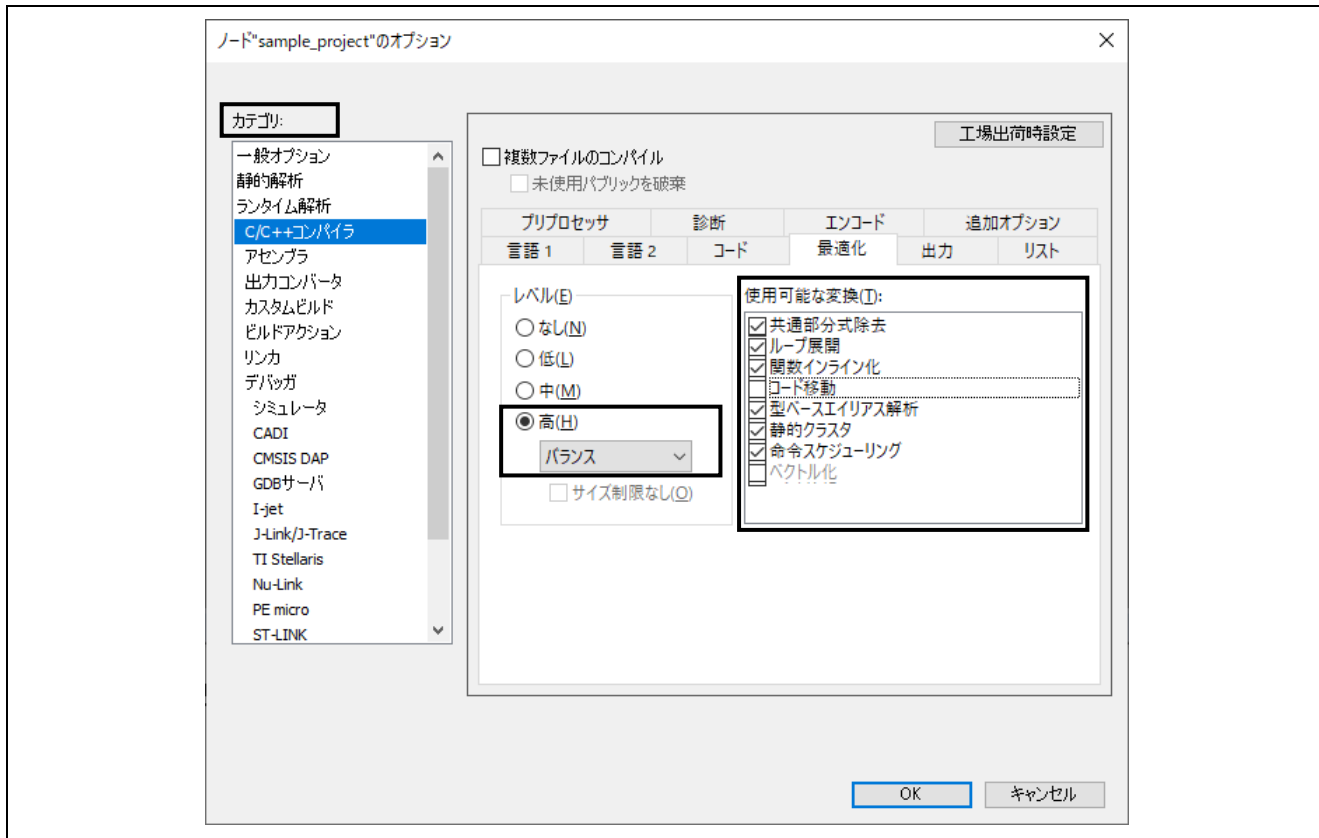

図 21 最適化
2. 図 21 に示すように、[オプション]ウィンドウで、[カテゴリ]セクションの[C/C++コンパイラ]を選択し、[最適化] (右側)を選択します。
3. 図 21 に示すように、最適化の[レベル]を[高]に選択し、下のメニューで[バランス]を選択して、[コード移動]をオフにします。